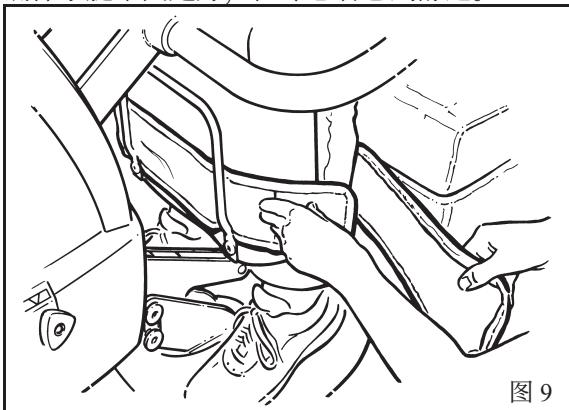

图 9
3. 将小腿带叠压在一起，粘好黏扣织带，固定到位。（见图 9）